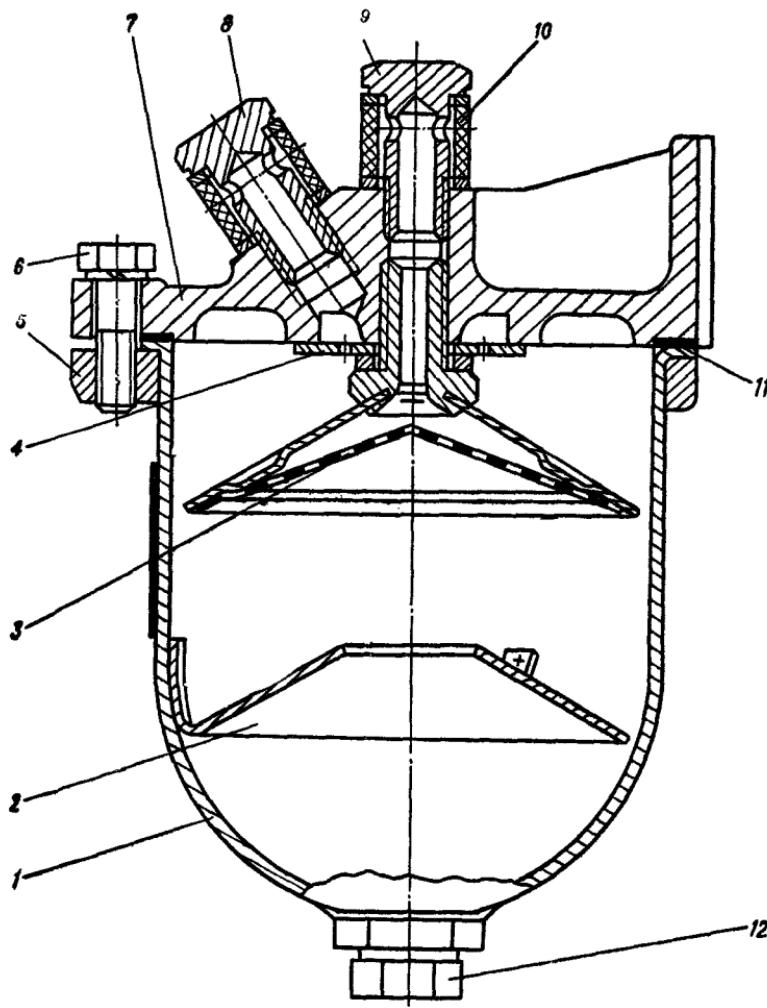

Рис. 25. Топливный фильтр грубой очистки (остойник):
1. Тщательно очистите от грязи и пыли наружные поверхности фильтра грубой очистки (рис. 25).